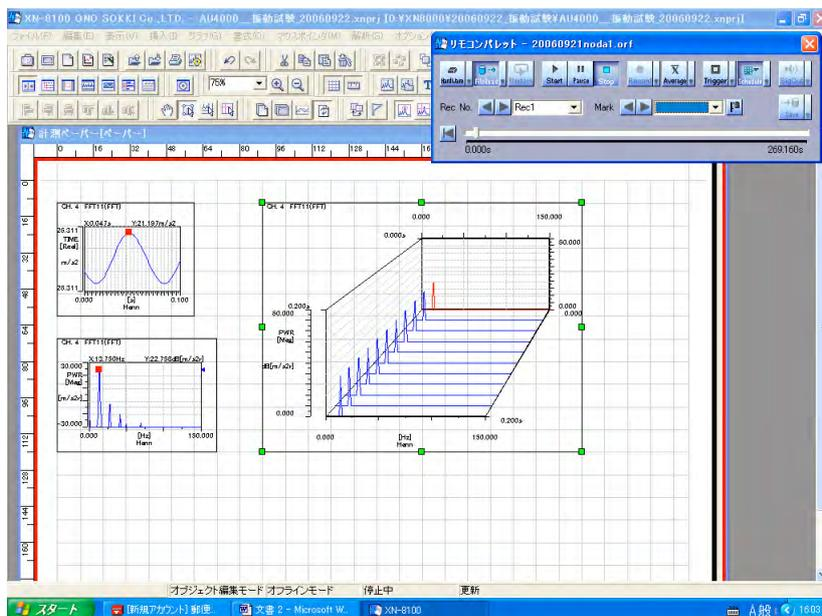

図5
11. 〔グラフ〕プロパティの【X】をクリックし〔グラフ〕プロパティを閉じます(図5)。三次元グラフが見やすくなりました。